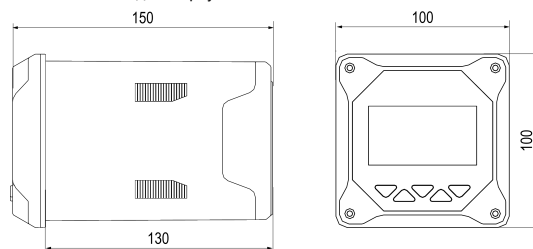

Рисунок 2 – Габаритные размеры
1. Подготовить в щите управления монтажный вырез с учетом габаритных размеров (см. *рисунок 2*).